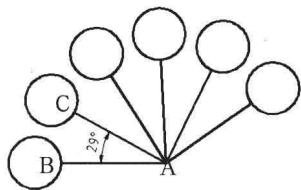

图 7-3-12
(3) 命令行提示“选择第二条直线”，单击图形中的直线AC。
(4) 命令行提示“指定标注弧线位置或 [多行文字(M)/ 文字(T)/ 角度(A)/ 象限点(Q)]”，移动鼠标拖出标注线，在适当的位置单击以指定标注位置，如图7-3-12所示。
(5) 单击“注释”选项卡，在“标注”面板中单击“基线”按钮，或者选择菜单命令